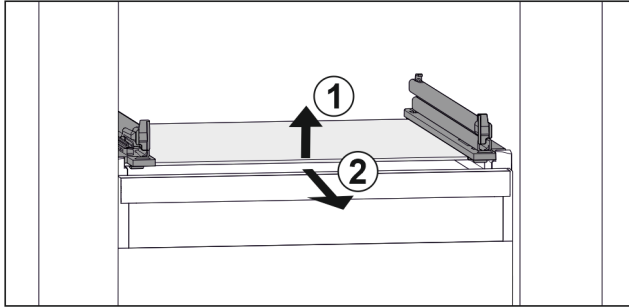

Fig. 88 Exemple de représentation de la tablette en verre
- Soulever la tablette en verre par l'avant. Fig. 88 (1)
- Retirer la tablette en verre par l'avant. Fig. 88 (2)